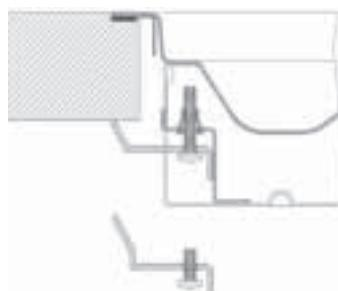

Fig. 3
Le staffe devono essere fissate tramite apposite viti sul lato anteriore (nr. 4) e sul lato posteriore (nr. 4) utilizzando le sedi presenti sul fondo del piano (Fig. 3).
- Appoggiare il piano sulla fresatura e mediante le viti e le staffe fornite fissare il piano alla struttura di sostegno fino ad ottenerne la perfetta planarità (fig. 3).